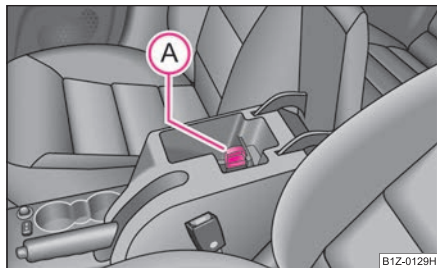

Fig. 108 Apoyabrazos:
- Tire del cierre (A) hacia arriba ⇒ fig. 108.